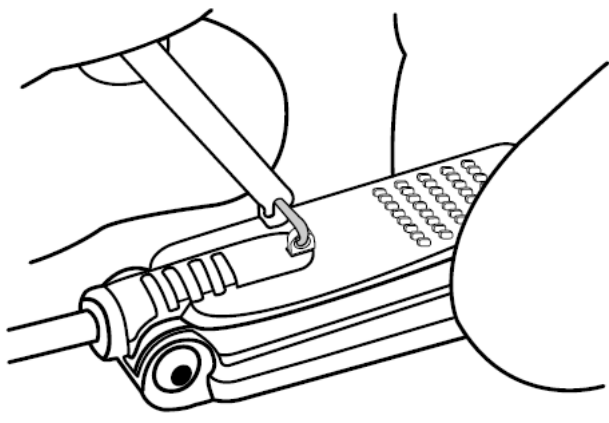

Figura 37. Conectar el miniganchito al conector distal del cable para prueba de extensión.
- ① Presionar el accionador
- ② Miniganchito accionado
2. Conecte el extremo con el miniganchito del cable monopolar al cierre del conector distal del cable para prueba de extensión (Figura 37).